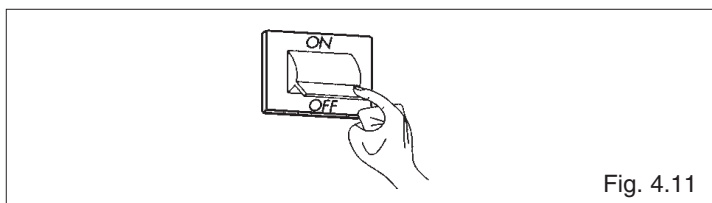

Fig. 4.11
- verificare l'arresto totale della caldaia **Fabula** posizionando l'interruttore generale dell'impianto su "spento" (fig. 4.11)